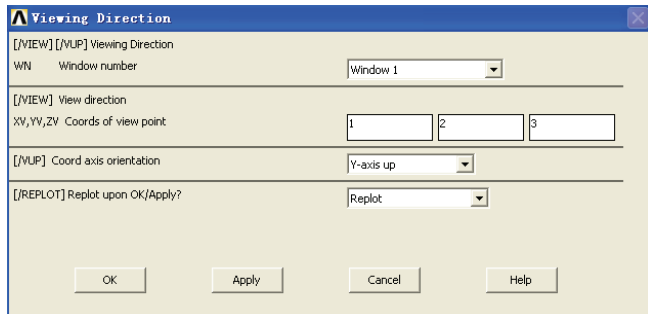

图 6-39 视图显示方向设置对话框
2) 选择 Utility Menu | PlotCtrls | View Settings | Viewing Direction 命令, 出现 Viewing Direction 对话框, 在 XV,YV,ZV Coords of view point 后面的 3 个输入栏中分别输入 1、2、3, 其余选项采用默认设置, 如图 6-39 所示, 单击 OK 按钮关闭该对话框。